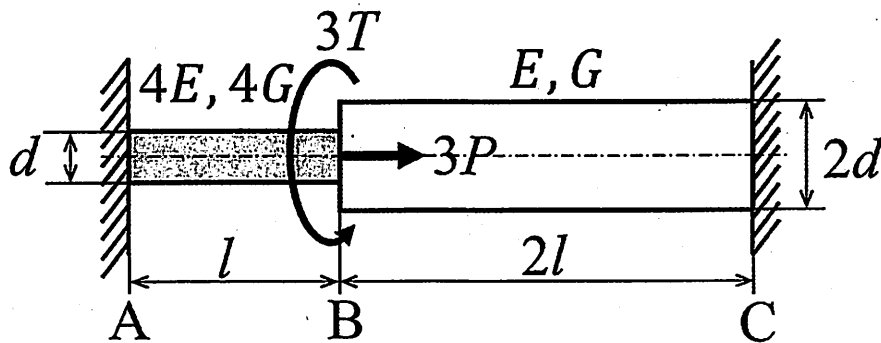

図 1
1. 図1に示すように、長さ l [m]、直径 d [m]、縦弾性係数 $4E$ [Pa]、横弾性係数 $4G$ [Pa] の丸棒 AB と長さ $2l$ [m]、直径 $2d$ [m]、縦弾性係数 E [Pa]、横弾性係数 G [Pa] の丸棒 BC を B 点で接合し、両端 A, C を剛体壁に固定した。B 点に大きさ $3P$ [N] の荷重、大きさ $3T$ [N·m] のねじりモーメントを図の方向に負荷する場合を考える。自重および座屈の影響は無視できるとして、以下の問に答えよ。なお、解答は、 $P > 0, T > 0$ として、 l, d, E, G, P, T および円周率 π の中で必要なものを用いて答えよ。